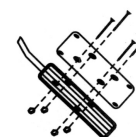

Fig. 3
- 3- Fixar os suportes através de parafusos e porcas (fig.3).